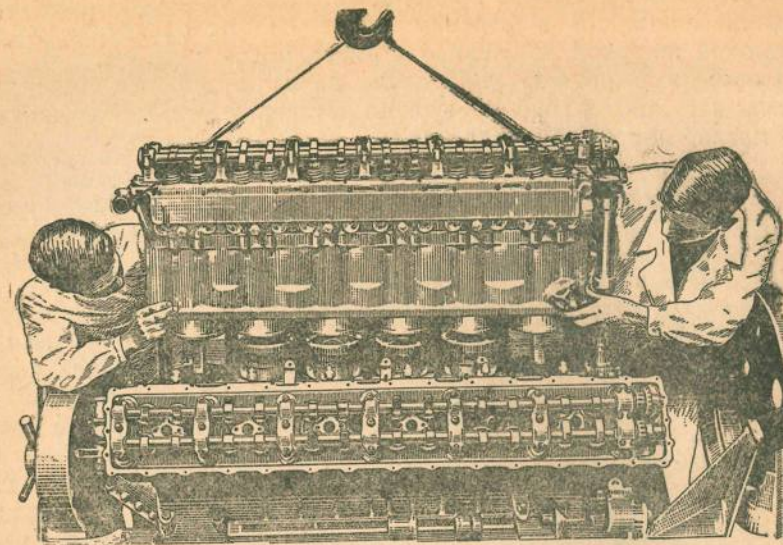

Рис. 72. Снятие блока цилиндров
3. Снять блок с картера, для этого подвести таль и подвесить блок, как указано на рис. 72. Во избежание заклинивания поршней приподнимать блок равномерно, строго параллельно плоскости картера. При выходе поршней из гильз поддерживать шатуны, чтобы избежать ударов о картер и повреждения кромок плоскости картера. После выхода поршней из блока осторожно положить их шатуны на кромки отверстий под гильзы картера. Тщательно закрыть вскрытую плоскость картера и поршни чистым чехлом.